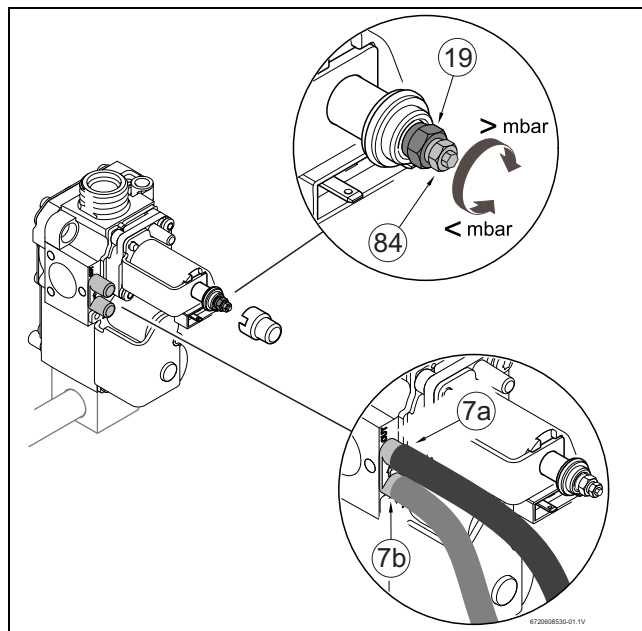

Рис. 27 Газовая арматура
- Снять опломбированный колпачок винта для установки газа (19) (Рис. 27).